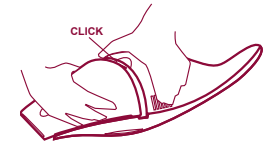

Fig. 13
- Montér beholderen på ny ved at stikke mundstykket ind i rillen og presse det nedad, indtil der høres et klik. (fig. 13)